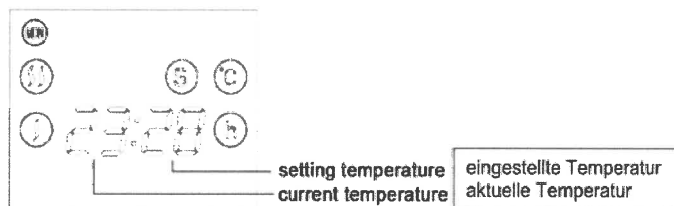

Abb. 7
- Im Display werden zwei Temperaturanzeigen angezeigt: links die aktuelle Temperatur (Temperatur in unmittelbarer Umgebung des Heizgerätes) und rechts die zuvor gewählte Temperatur (s. Abb. 7).